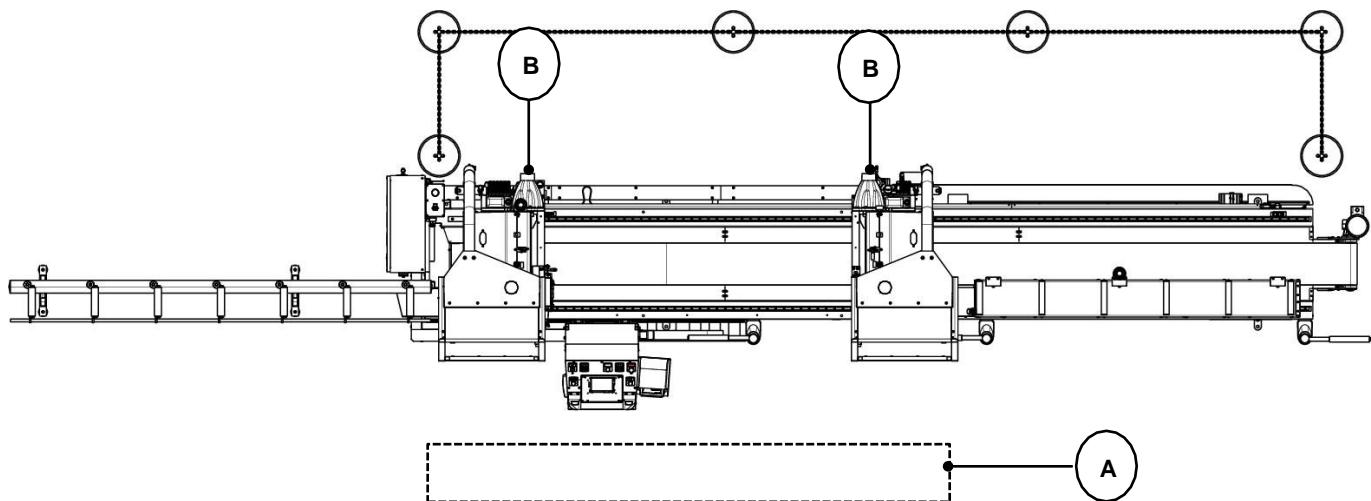

Fig. 04-03
A figura mostra a zona a partir da qual a máquina é comandada e operada em condições normais de trabalho. Esta zona é isenta de riscos para os operadores e é definida como "zona de comando e controlo do operador" "A" (Fig. 04-03).
Se a máquina estiver situada no centro da oficina ou na proximidade de uma parede, deve ser instalada uma barreira acústica estrutural na zona posterior da máquina, como indicado na Fig. 04-03.
1. Zona "B" de extração forçada de aparas e fumos na traseira (**Fig. 04-03**): A máquina NUNCA deve ser utilizada sem um exaustor ligado, totalmente operacional e eficaz; é absolutamente proibido permanecer nesta zona.